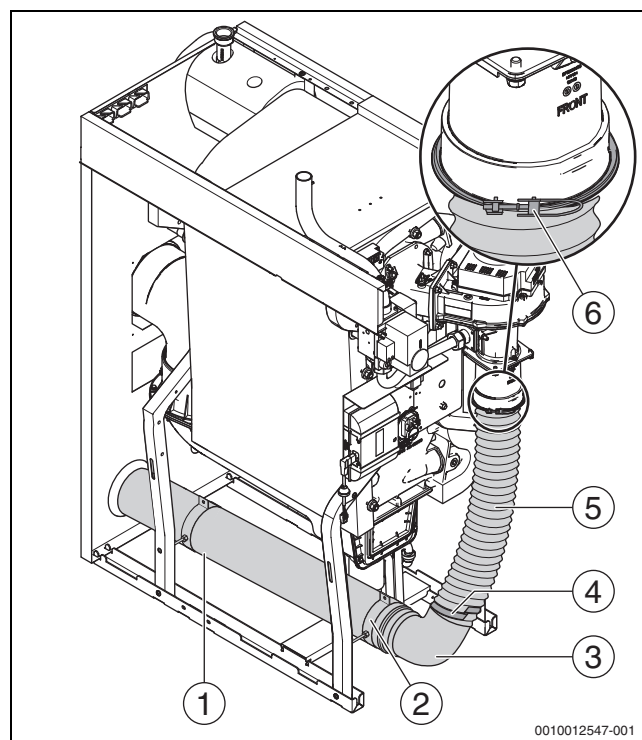

Fig. 14 Kit accessori per funzionamento indipendente dall'aria del locale
- ▶ Montare l'adattatore (→ fig. 14,[6]) sui supporti di aspirazione del bruciatore e fissare con fascetta.